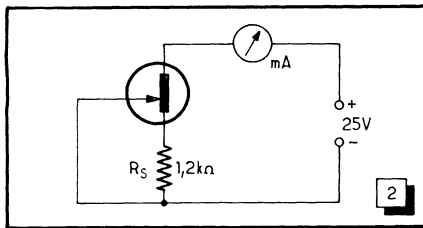
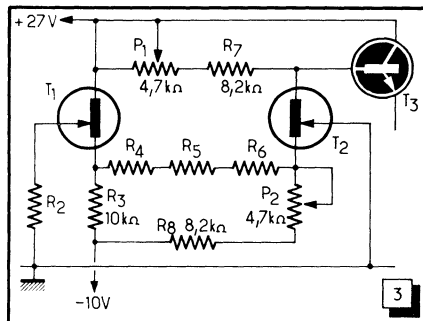

Fig. 2. — Montage d'essai servant à appairer les transistors à effet de champ.
Fig. 3. — Des transistors à faibles tensions de « pinch-off » peuvent être utilisés, si l'on dispose d'une tension auxiliaire d'alimentation de -10 V environ.
Dans le cas des transistors à effet de champ, on constate, pour les caractéristiques citées, une très forte dispersion d'un échantillon à l'autre, même si le numéro de type est identique. Il faut donc commencer par choisir deux échantillons donnant des courants de drain à 10 % près identiques dans le montage d'essai de la figure 2, et qu'on peut réaliser très facilement à l'aide du transistormètre « effet de champ » décrit dans le n° 342 de « Toute l'Electronique ». De plus, la valeur de ce courant de drain commande à la fois celle des composants et l'amplitude maximale qu'on peut admettre à l'entrée. Dans le cas du montage de la figure 1, cette amplitude peut être déterminée en partant de la valeur maximale de la tension de sortie (15 V crête à crête), du gain nominal (150) et du rapport de réduction que ce gain peut subir du fait de la commutation de $R_1...R_n$ (réduction de 10) et du fait de P_3 (réduction de 3). Au maximum de réduction, le gain peut donc être ramené à $150/30 = 5$, ce qui conduit à 3 V crête à crête pour l'amplitude d'entrée. On devra donc utiliser un transistor T_1 qui n'atteint pas encore le point de « pinch-off » (blocage du courant de drain) quand on ajoute -3 V à sa polarisation de repos. Il sera de ce fait prudent de n'utiliser que des échantillons qui, dans le montage de la figure 2, accusent un courant de drain d'au moins 3 mA, ce qui correspond à une chute de 3,6 V aux bornes de R_5 . Pour notre amplificateur, nous avons utilisé, après tri, deux EC 300 B (Radio-Prim). On peut également employer des types dont le courant de drain atteint 8 mA (EC 300) en adoptant
le montage de la figure 2 ; il suffit alors de réduire R_7 et P_1 en conséquence.
Si on ne dispose que de transistors dont le courant de drain est inférieur à 3 mA dans le montage de la figure 2, on peut les utiliser en augmentant la valeur de R_7 et P_1 et en effectuant la commutation de sensibilité à l'entrée, tout en travaillant avec une résistance commune de source de 680 Ω. On peut également adopter le montage de la figure 3 dans lequel une tension négative auxiliaire d'alimentation rend le fonctionnement relativement indépendant du courant de drain à entrée fermée (I_{DSS}) des transistors. Il faut, néanmoins, que ce courant, mesuré dans le montage de la figure 2, avec $R_5 = 0$, soit au moins de 1,5 mA.